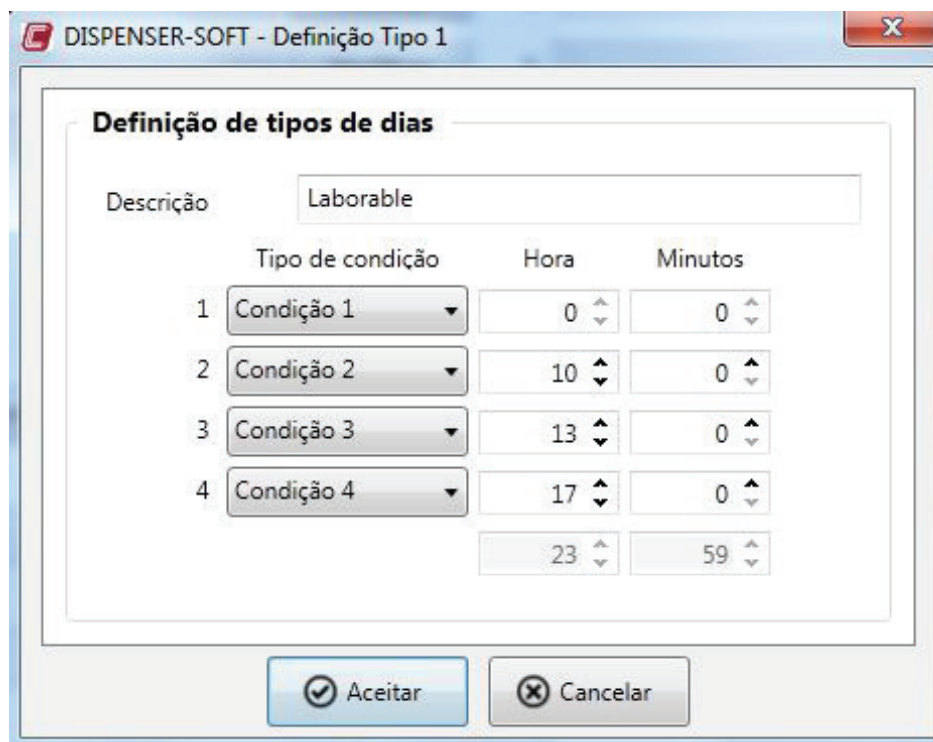

Figura 53: Criar uma nova tarifa (Modo horário, Definição do tipo de dia)
Abre-se uma nova janela, **Figura 53**, na qual se pode:
**Exemplo:** Tomando como exemplo a Figura 53, a Condição 1 entrará em vigor às 00:00 de um dia útil, a Condição 2 às 10:00, a 3ª às 13:00 e a 4ª às 17:00 que se manterá activa até às 00:00 do dia seguinte.